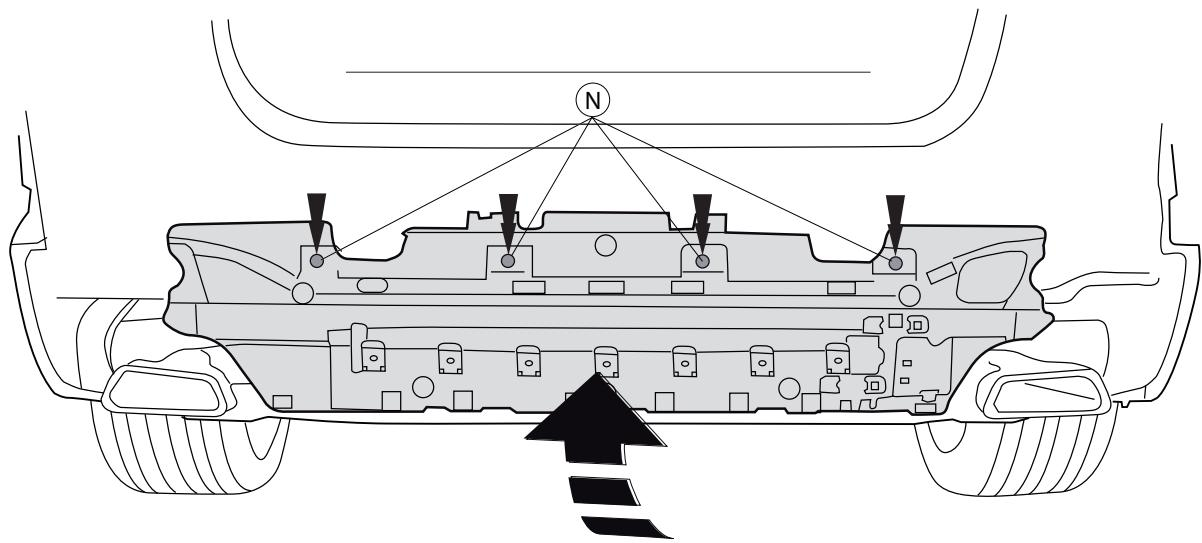

Fig.3
7. Установить пластмассовый корпус на поперечный брус бензирного крюка в точках N. См. рисунок 3.